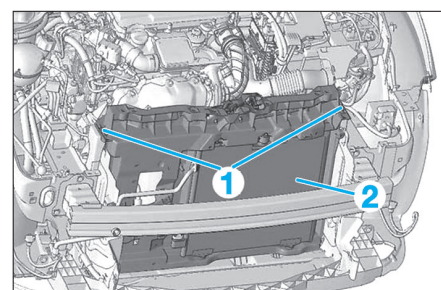

Fig. 58
- Déposer les 2 vis de fixation (1) de la cassette de refroidissement (2) (Fig.58).